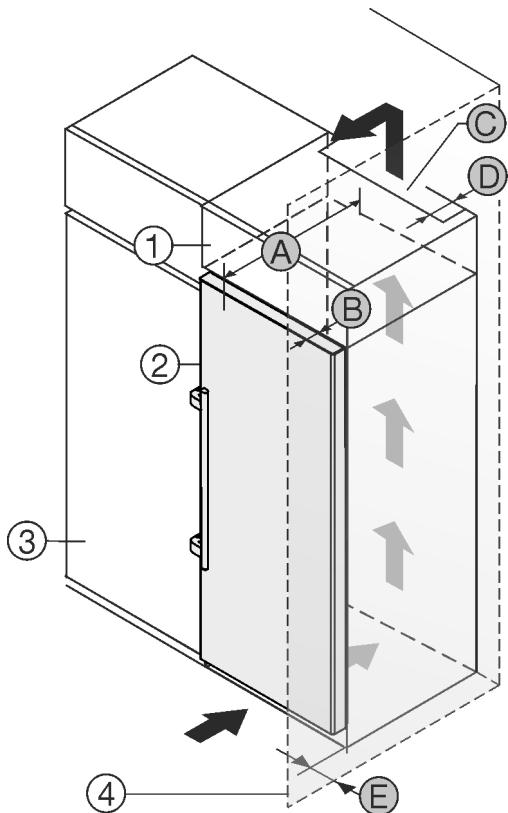

Fig. 1
- (1) Επικαθήμενο ντουλάπι
(2) Συσκευή
(3) Ντουλάπι κουζίνας
(4) Τοίχος
Μπορείτε να τοποθετήστε τη συσκευή ακριβώς δίπλα από το ντουλάπι κουζίνας Fig. 1 (3).
Στην πίσω πλευρά του επικαθήμενου ντουλαπιού πρέπει να υπάρχει ένα κενό εξαγωγής αέρα με βάθος Fig. 1 (D) σε όλο το πλάτος του επικαθήμενου ντουλαπιού.
Κάτω από την οροφή του δωματίου πρέπει να τηρείται η διατομή εξαερισμού Fig. 1 (C).
Εάν τοποθετήστε τη συσκευή με τους μεντεσέδες δίπλα σε κάποιον τοίχο Fig. 1 (4), τότε πρέπει η απόσταση ανάμεσα στη συσκευή και στον τοίχο να ανέρχεται σε τουλάχιστον 57 mm. Αντιστοιχεί στην προεξοχή της χειρολαβής όταν η πόρτα είναι ανοιχτή.
Για να μπορείτε να ανοίγετε τελείως την πόρτα, πρέπει η συσκευή να προεξέχει κατά το βάθος της πόρτας Fig. 1 (B) από την πρόσοψη του ντουλαπιού κουζίνας. Η συσκευή μπορεί να προεξέχει περισσότερο, ανάλογα με το βάθος των ντουλαπιών κουζίνας Fig. 1 (3) και την χρήση αποστατών τοίχου.